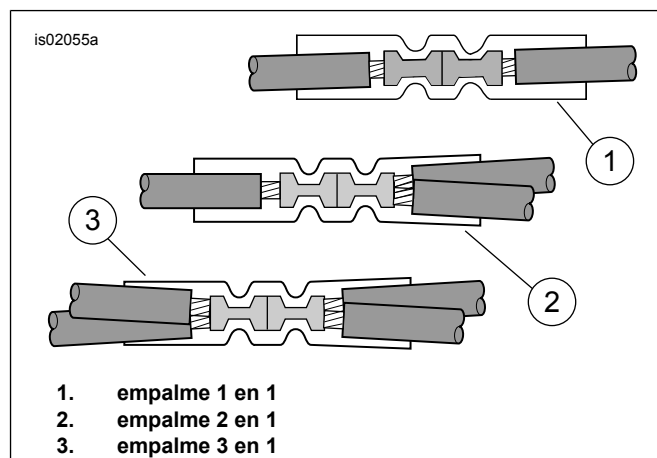

Figura 7. Configuraciones de empalmes
- Vea Figura 22. Obtenga del kit un conector de empalme sellado (3). Vea Figura 7, la configuración de empalme "2 en 1". Empalme el cable de alimentación del arnés de cables de la empuñadura con calefacción a los cables naranja/blanco del arnés principal, según las instrucciones en el apéndice del Manual de servicio.
6. Vea Figura 22. Obtenga del kit un conector de empalme sellado (3). Vea Figura 7, la configuración de empalme "1 en 1". Empalme el cable conductor de energía del arnés de cables de la empuñadura con calefacción al cable del adaptador, de acuerdo con las instrucciones en el apéndice del Manual de servicio.
3. Vea Figura 22. Obtenga del kit un conector de empalme sellado (3). Vea Figura 7, la configuración de empalme "2 en 1". Empalme el cable de alimentación del arnés de cables de la empuñadura con calefacción a los cables naranja/blanco cortados del arnés principal, según las instrucciones en el apéndice del Manual de servicio.
3. Vea Figura 22. Obtenga del kit un conector de empalme sellado (3). Vea Figura 7, la configuración de empalme "2 en 1". Empalme el cable de alimentación del arnés de cables de la empuñadura con calefacción a los cables naranja/blanco del arnés principal, según las instrucciones en el apéndice del Manual de servicio.
4. Instale el fusible de 2 A (12) del kit en la cavidad del fusible para completar el circuito.